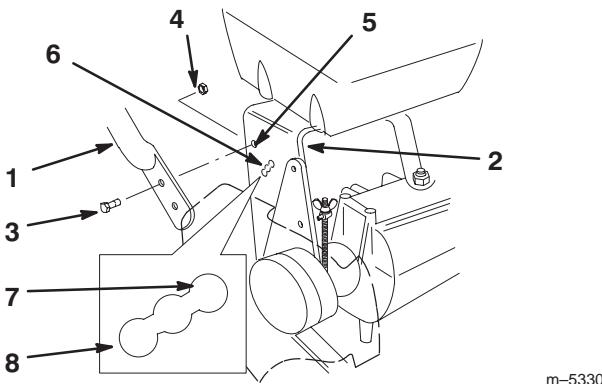

Bild 6
1. Richten Sie das Griffoberteil mit den oberen Befestigungslöchern im hinteren Chassis aus (Bild 6).
2. Sichern Sie jedes der oberen Befestigungslöcher mit einer Bundschraube (3/8 x 1" (26 mm)) und Bundmutter ab (Bild 6).
3. Wählen Sie die obere, mittlere oder untere Position als untere Befestigungslöch (Bild 6). So lässt sich das obere Griffteil an die Größe des Bedieners anpassen.
4. Sichern Sie jedes der unteren Befestigungslöcher mit einer Bundschraube (3/8 x 1" (26 mm)) und Bundmutter ab (Bild 6).